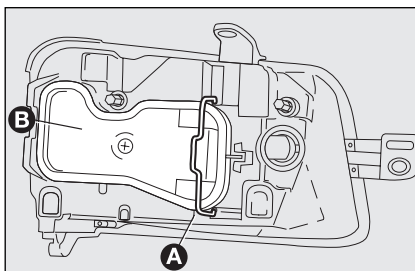

fig. 21
- ☐ sganciare la molletta di fissaggio **A-fig. 21** ed asportare il coperchio **B**;